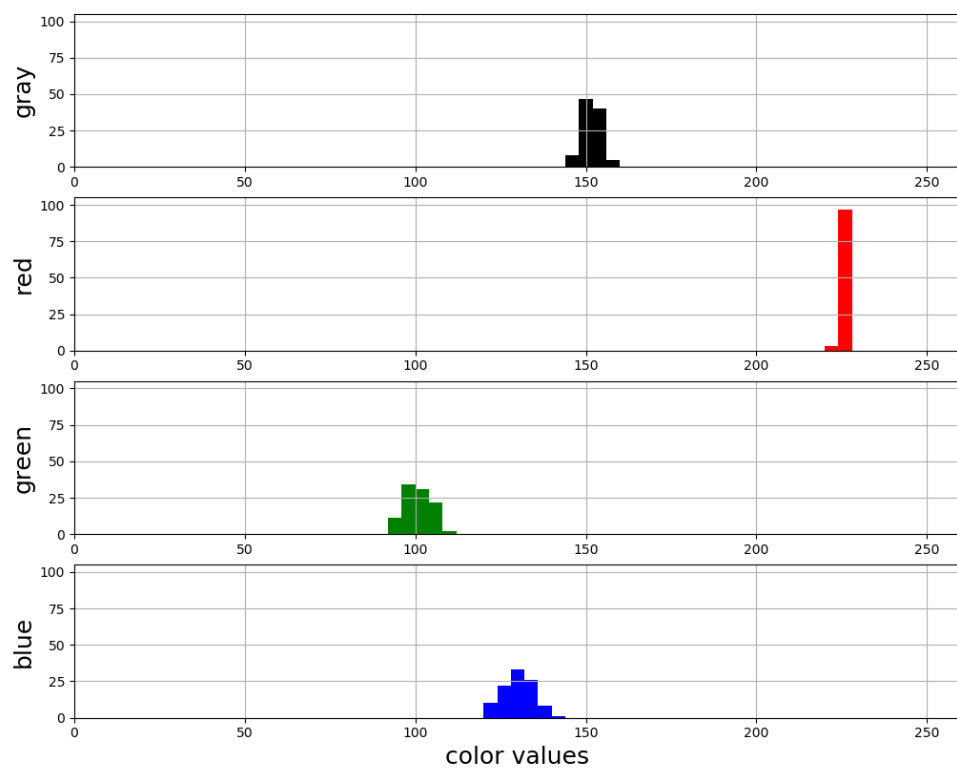

FIGURE 2 – Mesure des couleurs du bloc rouge
- Le rouge a tendance à être détecté comme une couleur tendant légèrement vers le magenta (cf. figure 2). Par moment, dans certaines situations, le rouge est perçu comme un magenta très saturé et très clair.